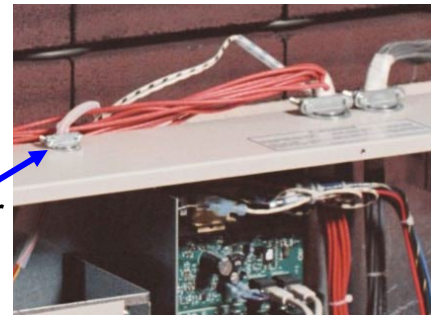

FIGURE 3
11. Serrer le connecteur de 1/2" (figure 3) situé par-dessus la carte de commande du processeur en prenant soin de ne pas pincer les fils de la sonde.